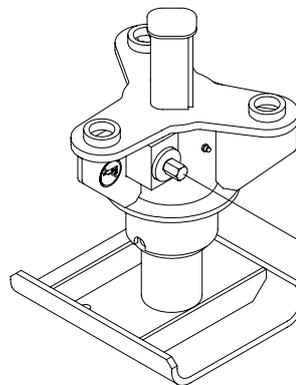

Fig. A1.09
1. Extraire la goupille de sécurité (3.6) par le bas avec le chasse-goupille (21) 2,5 mm.
2. Insérer la nouvelle goupille de sécurité en la faisant affleurer. (Fig. A1.09)